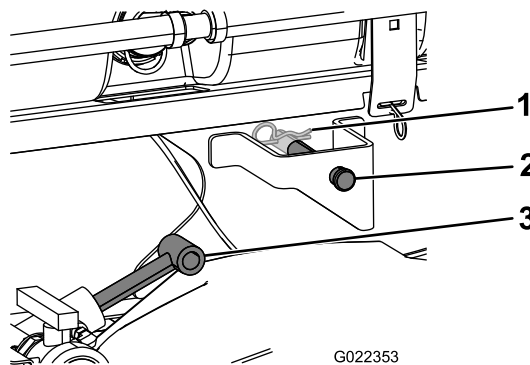

Рисунок 9
- Выдвиньте гидроцилиндры подъема до кронштейнов на раме бака и совместите штуцеры гидроцилиндров с отверстиями в кронштейнах рамы бака (Рисунок 9).